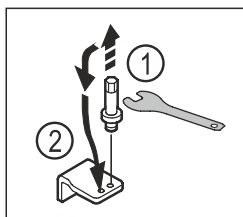

Fig. 18
- ▶ Отвийте болта на долната лагерна стойка с външен шесткантов ключ SW5. Fig. 18 (1)
- ▶ Поставете болта от другата страна. Fig. 18 (2)